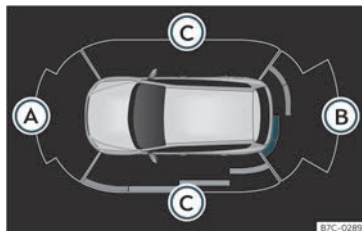

Fig. 183 Visualização do auxiliar de estacionamento no ecrã do sistema Infotainment.
Os para-choques têm sensores integrados. Quando detetam um obstáculo, indicam-no através de sinais sonoros e no sistema Infotainment»»» **Fig. 183**.
No caso de avaria de algum sensor traseiro, serão apenas apresentados os obstáculos na área (A) » Fig. 183. No caso de avaria de algum sensor dianteiro, serão apenas apresentados os obstáculos na área (B). Apresenta-se o símbolo .